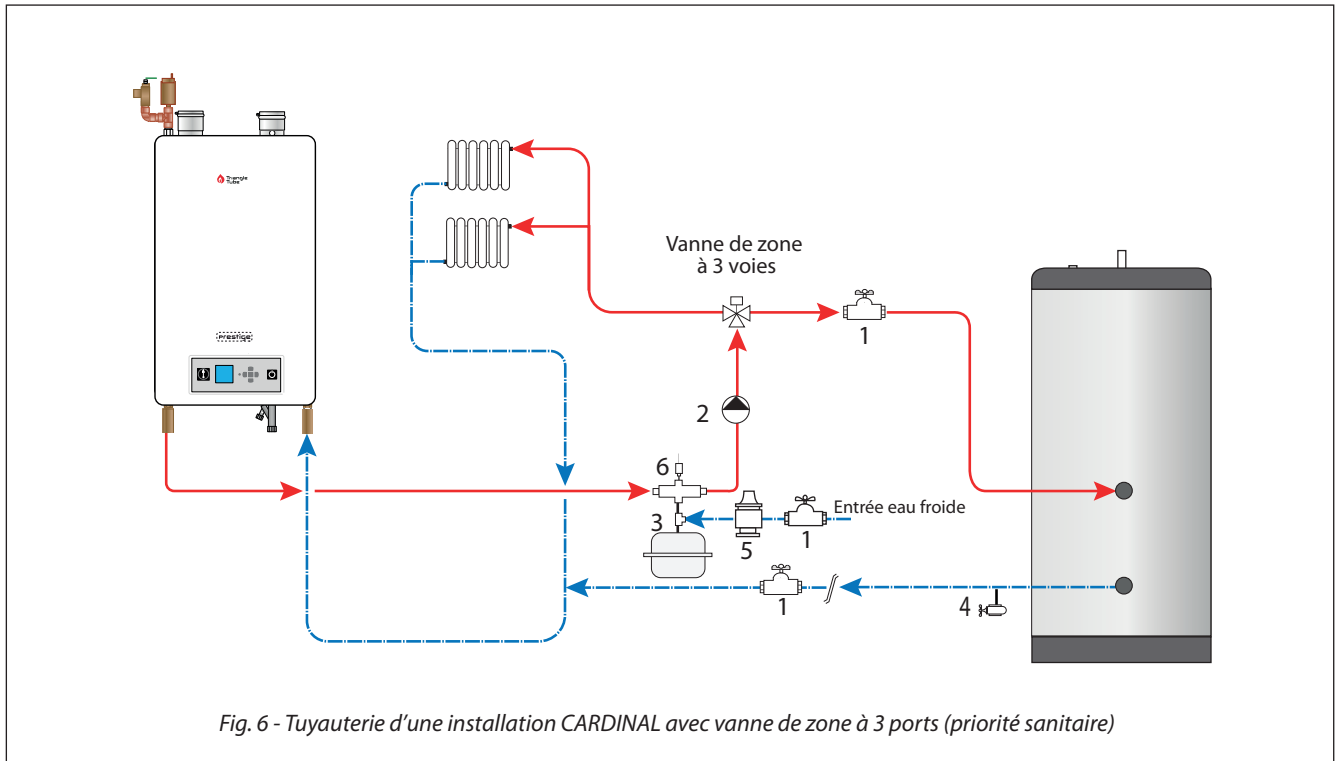
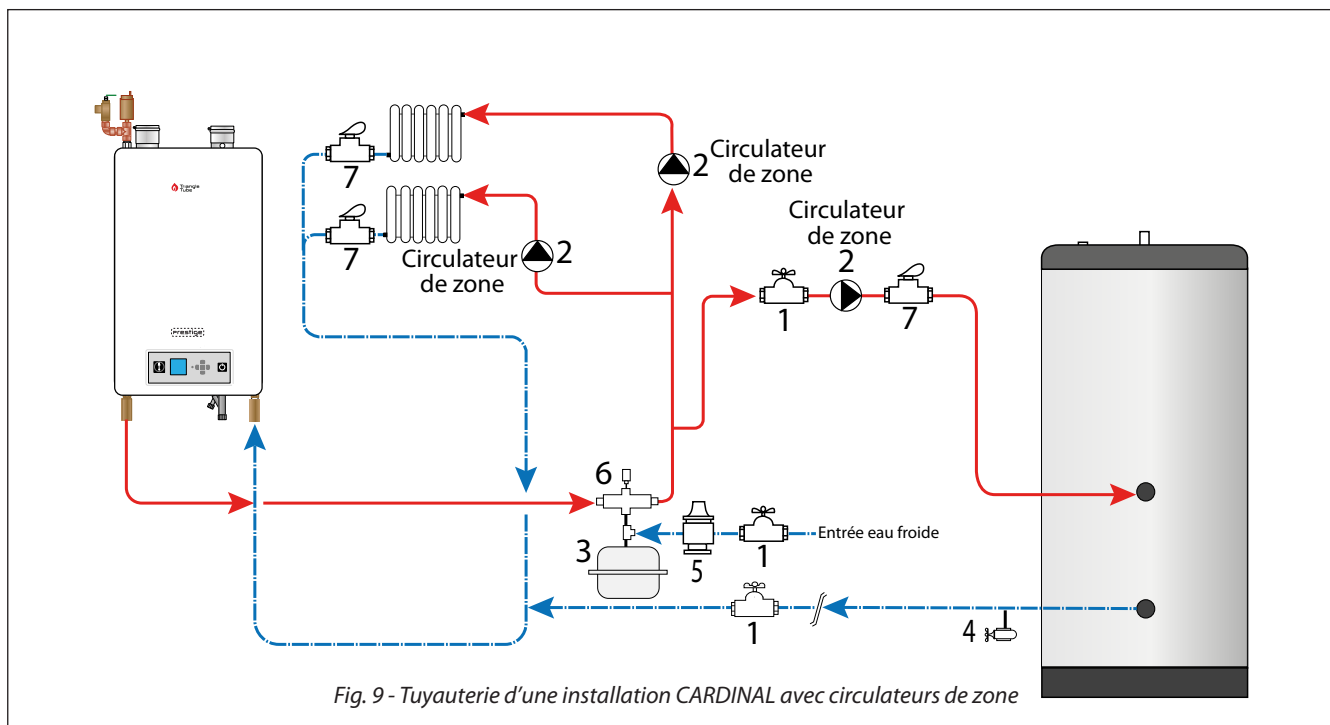

Fig. 6 - Tuyauterie d'une installation CARDINAL avec vanne de zone à 3 ports (priorité sanitaire)
Fig. 9 - Tuyauterie d'une installation CARDINAL avec circulateurs de zone
- Pour la tuyauterie d'eau de chauffage, se référer aux «*Fig. 6*» à la *page 11* à «*Fig. 9*» à la *page 12*.